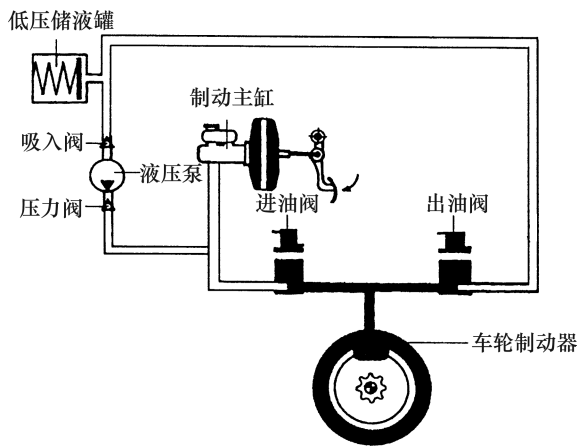

图 1-7 油压保持
2)油压保持。当驾驶员继续踩制动踏板,油压继续升高到车轮出现抱死趋势时,ABS电子控制单元发出指令使进油阀通电并关闭阀门,出油阀依然不带电压仍保持关闭,系统油压保持不变,如图1-7所示。